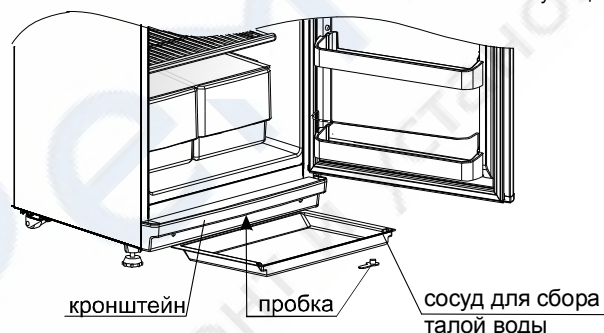

рис.4
- 8.2. Вода, образующаяся при таянии снегового покрова, стекает по дренажной системе. Для ее сбора установите сосуд для сбора талой воды так, как показано на рис.4. Откройте отверстие для слива воды, находящееся под кронштейном. Для этого поверните «лепесток» пробки на себя, затем, ослабляя пробку поворотом «лепестка» вправо-влево, вытяните пробку вниз.